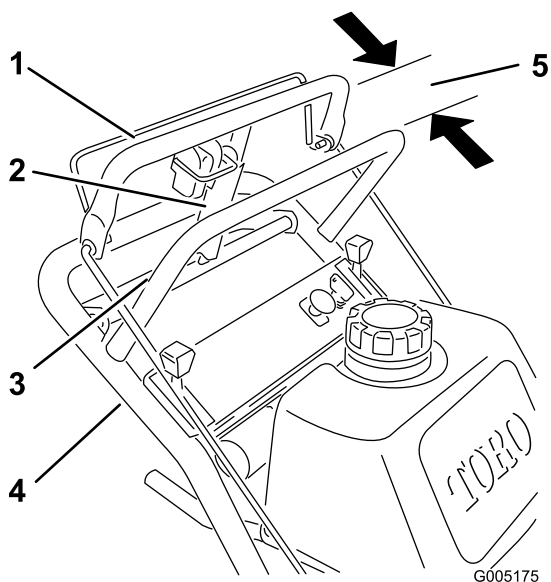

Figura 34
1. Compruebe el espacio entre la barra de control superior y la barra fija con la transmisión de las ruedas totalmente engranada. Asegúrese de que hay un espacio de aproximadamente 25 a 32 mm (Figura 34).